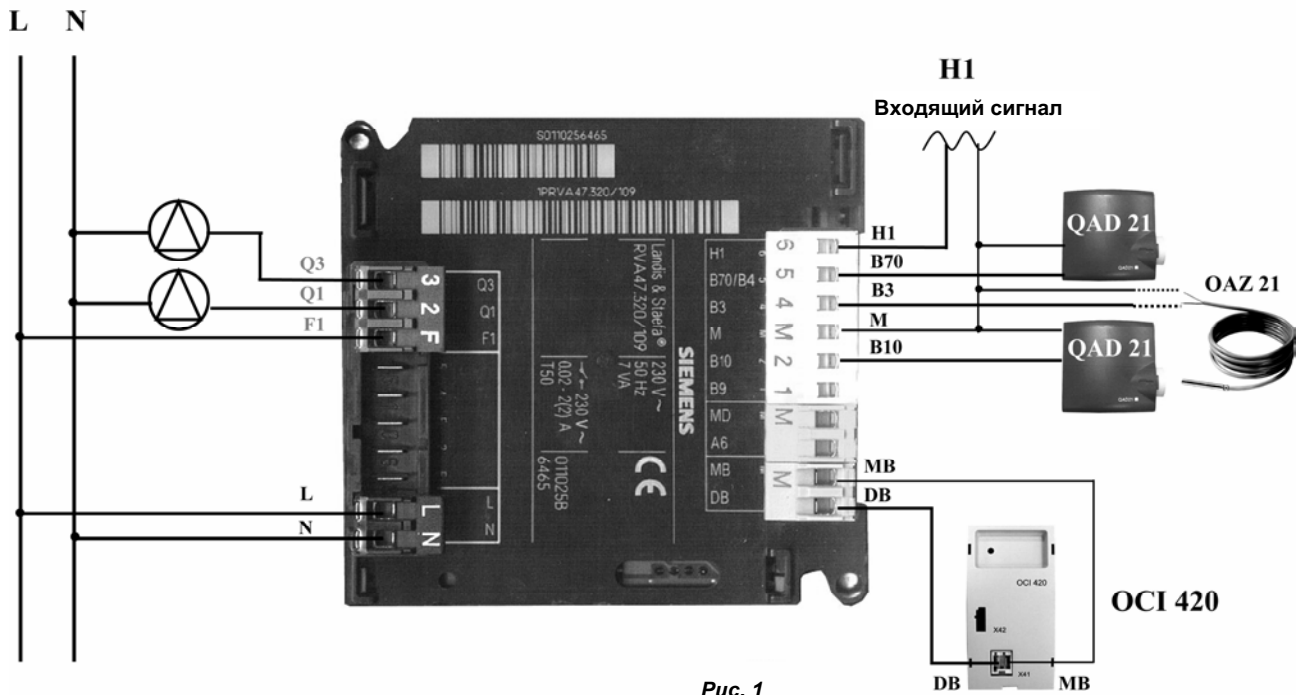

Рис. 1
- Подключите разъемы к соответствующим выводам, обеспечивая совпадение цветов (см. рис. 1).